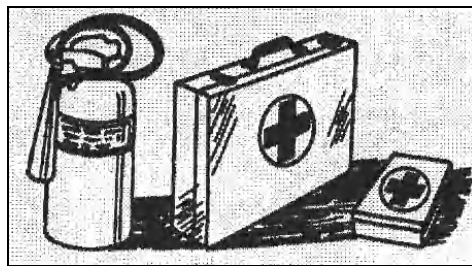

图 1- 23
- 在作业工地一定要备有急救箱。要定期检查，如有必要则增补一些药品。(图 1- 23)